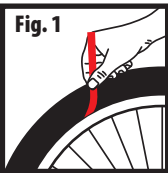

Fig. 1
- 1 Per individuare la foratura, rimuovere la camera ad aria dallo pneumatico (Fig.1), gonfiarla ed immergerla in una vaschetta contenente acqua.
- 1 To locate the puncture, first remove tube from tire (Fig.1), then inflate and immerse into water.
- 1 Para localizar el pinchazo, quitar la cámara del neumático (Fig.1) e inflar y sumergir en el agua.